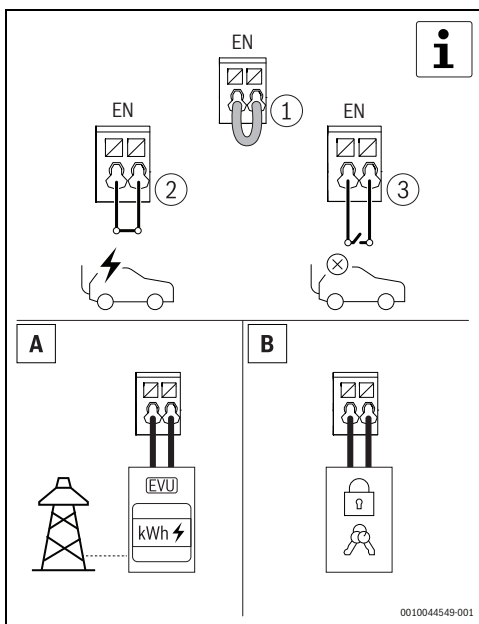

Fig. 407 Saída digital opcional
- ▶ Desbloqueie o Power Charge 7000i com o cartão RFID, a aplicação, ou através do dispositivo de bloqueio externo. Este passo é opcional (→ fig. 407 e 6.1.5, página 390).